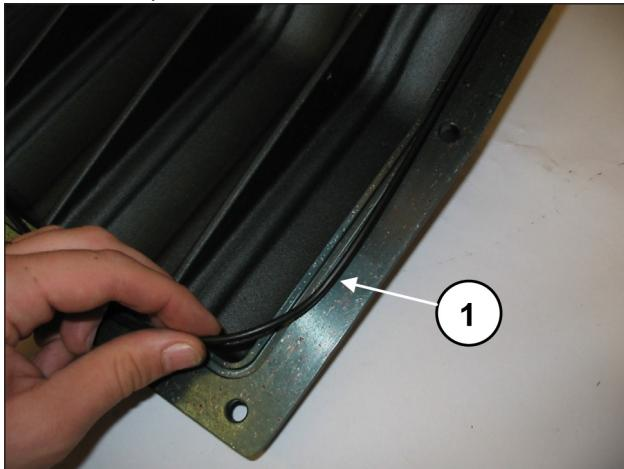
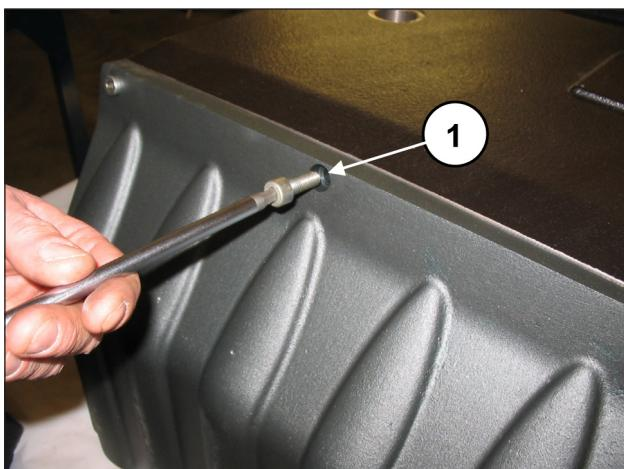

Fig. 91
Fig. 92
Insira o anel circular na tampa traseira (pos. ①, Fig. 91) e fixe-o à tampa no cárter usando os 10 parafusos M8x20 (pos. ①, Fig. 92).